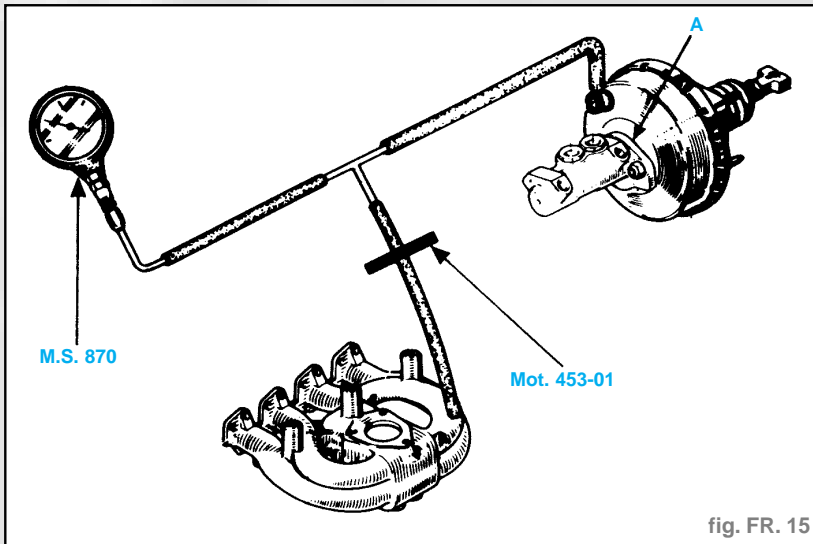

fig. FR. 15
- Lors d'un contrôle d'étanchéité du servofrein, s'assurer d'une parfaite étanchéité entre celui-ci et le maître-cylindre. En cas de fuite à ce niveau, remplacer le joint (A) (fig. FR. 15).